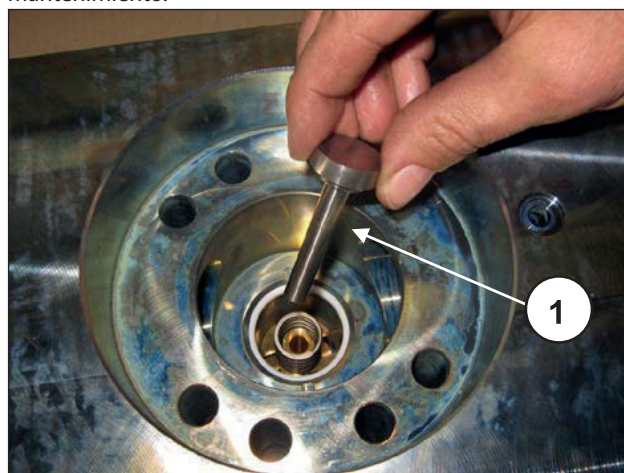
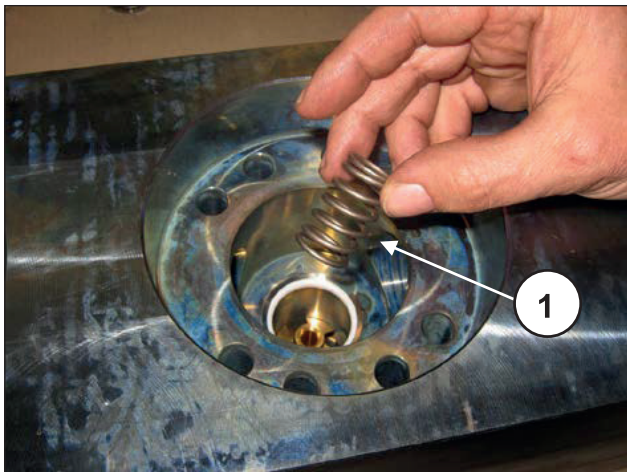
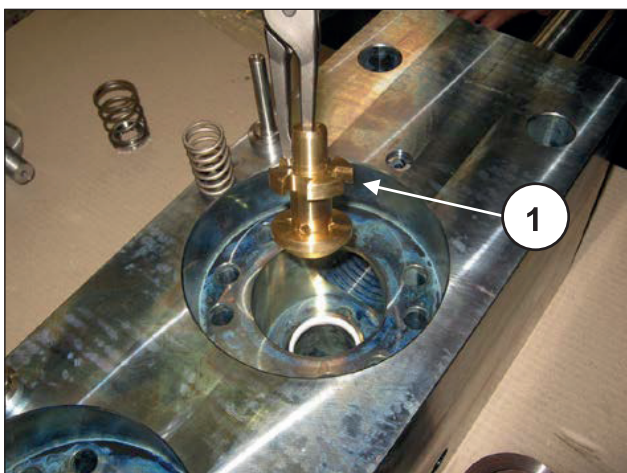

Fig. 181
Fig. 182
Fig. 183
Extraer los platillos de envío (pos. ①, Fig. 181) con los muelles (pos. ①, Fig. 182) y sus guías (pos. ①, Fig. 183); controlar el desgaste y realizar las sustituciones que sean necesarias. En cualquier caso, las sustituciones se deberán realizar con la frecuencia indicada en el capítulo 11 del manual de uso y mantenimiento.